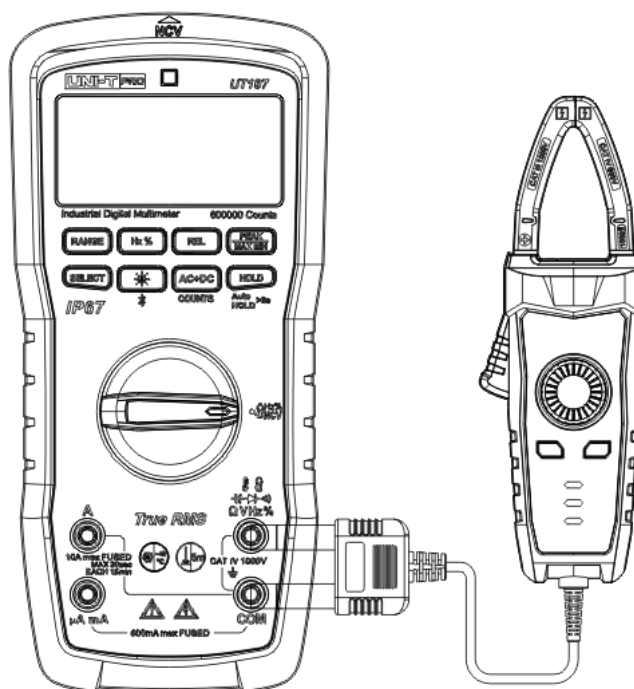

Figure 13
10. Mesure par sonde de courant (ACA/DCA) (Figure 13)